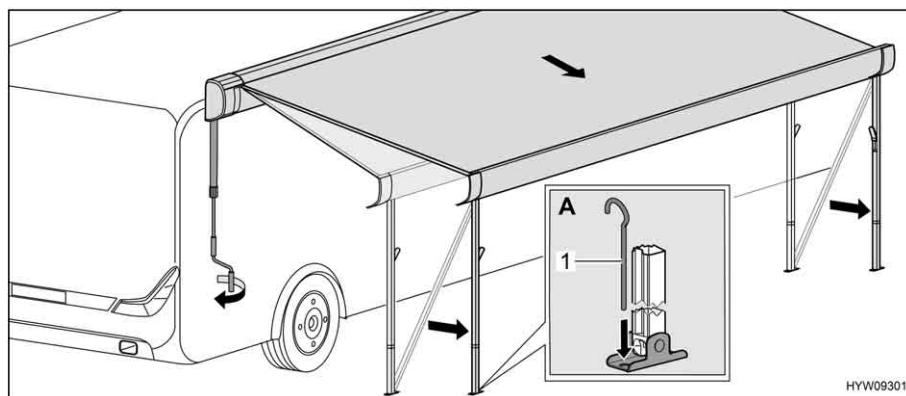

Fig. 16 Collocazione della tenda nella posizione finale
- Servendosi di puntelli (Fig. 16,1), fissare a terra i montanti di supporto (Fig. 16,A).